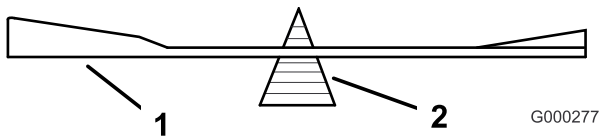
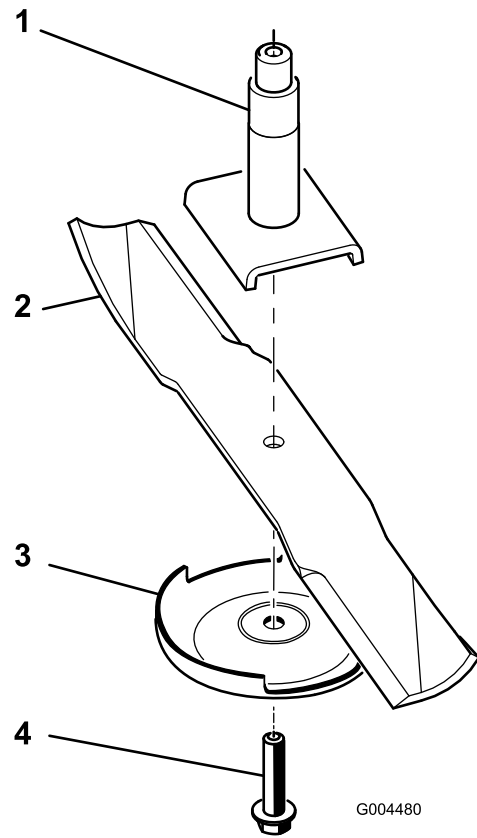

Figure 75
Figure 76
2. Enlevez le boulon, la plaque anti-scalp et la lame de l'axe de pivot (Figure 76).
2. Vérifiez l'équilibre de la lame en la plaçant sur un équilibreur (Figure 75). Si la lame reste horizontale, elle est équilibrée et peut être utilisée. Si la lame est déséquilibrée, limez un peu l'extrémité de la partie relevée seulement (Figure 76). Répétez la procédure jusqu'à ce que la lame soit équilibrée.
1. Placez la lame sur l'axe (Figure 76).
2. Montez la plaque anti-scalp et le boulon de lame (Figure 76).